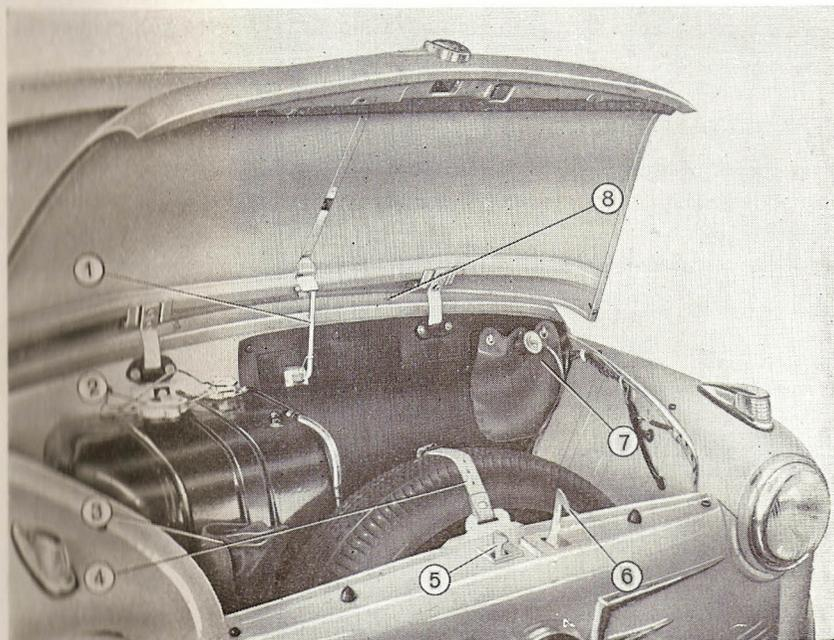

Fig. 13. — Portaequipajes anterior.
Para abrir el pestillo de sujeción del capó anterior es preciso tirar a fondo la palanca de mando. De esta manera el capó se levanta lo suficiente para poderlo desasir del gancho interior de seguridad (fig. 13, 6), después de lo cual puede abrirse completamente. El capó anterior se mantiene abierto por mediación de una varilla (fig. 13, 1).
El equipaje puede repartirse en dos partes: debajo del capó anterior (fig. 13) y detrás del respaldo del asiento posterior (fig. 14).
**AVISO IMPORTANTE.** — El gancho de seguridad, fig. 13 núm. 6, tiene como misión evitar pueda abrirse totalmente el capó cuando por descuido no se haya cerrado completamente con el cierre núm. 5. En estas condiciones queda retenido y no puede producirse en marcha la peligrosa pérdida de visibilidad, por causa de su total apertura.